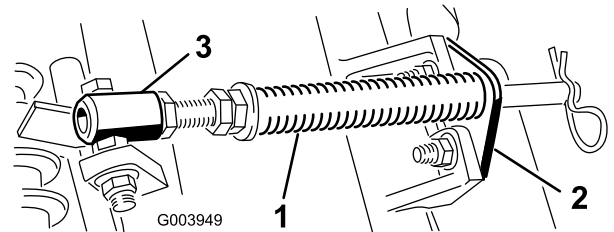

Figura 4
- A. Retire los 2 pernos de cuello cuadrado y las tuercas que sujetan el soporte de la varilla a las pestañas de la unidad de corte (**Figura 4**).
- B. Retire la tuerca con arandela prensada que fija el perno del tubo del muelle a la pestaña del bastidor de tiro (**Figura 4**), y retire el conjunto.
**Nota:** Coloque la cabeza del perno en el exterior de la pestaña, según se muestra en **Figura 4**.